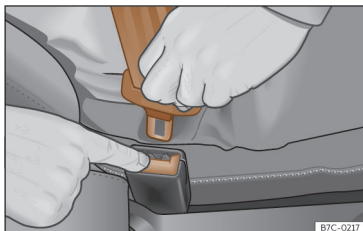

Fig. 20 Relâcher la languette du boîtier de verrouillage la fermeture de la ceinture.
- Appuyez sur la touche rouge du boîtier de verrouillage >>> **fig. 20.** Le pêne sera expulsé du boîtier de verrouillage.